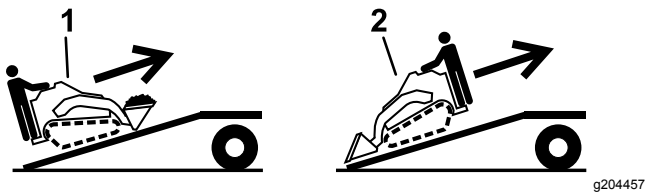

Figura 30
5. Cargue la máquina en el remolque por la rampa con el extremo más pesado hacia arriba, y la carga en la posición más baja posible (Figura 30).
1. Baje la rampa, asegurándose de que el ángulo entre la rampa y el suelo no supera los 15 grados (Figura 30).